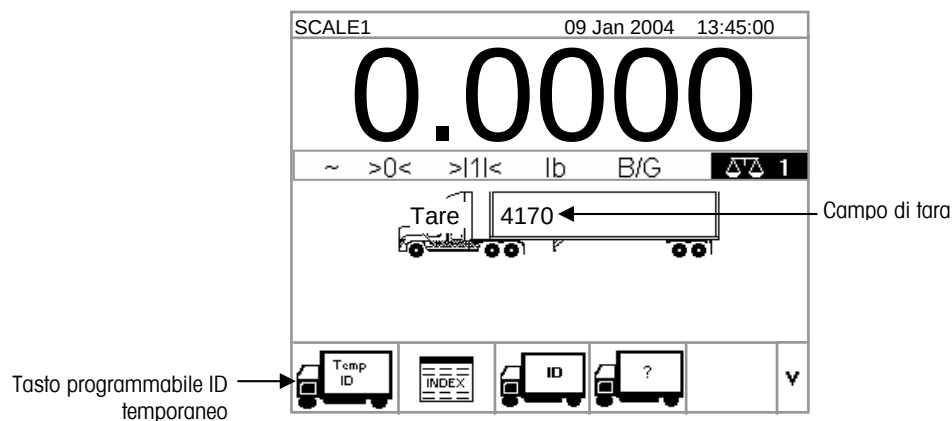

Figura 2-9: Schermata di pesa predefinita
1. Dalla schermata di pesa predefinita (Figura 2-9), usare il tastierino numerico per inserire il valore di tara nel campo tara PRIMA di premere il tasto programmabile TEMPORARY ID (ID TEMPORANEO).